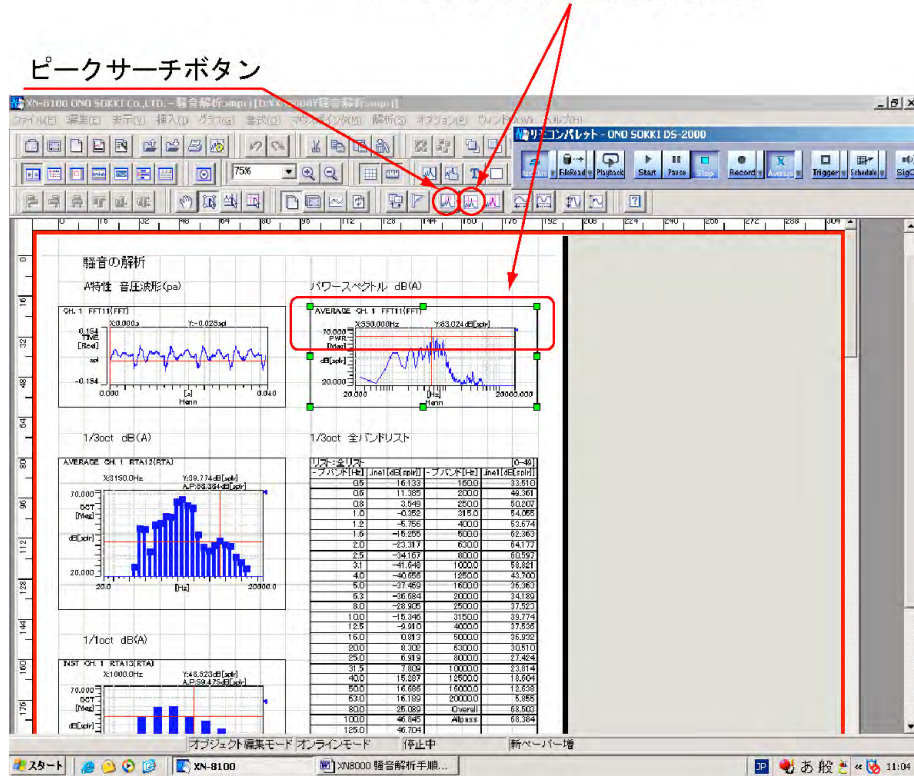

図 24
- 【ラインポインタ】ボタンをクリックし on にします (図 24)。